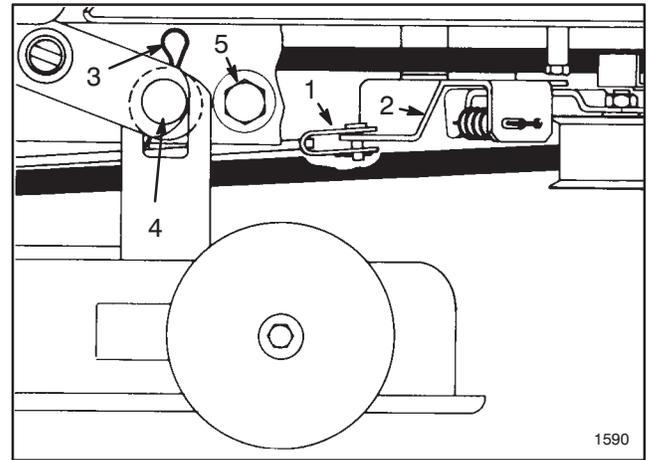

Abbildung 17
9. Splint und Lastösenbolzen entfernen, mit denen die Deckbremsstange am Leitradbügel befestigt ist (Abb. 17).
10. (2) Haarnadelsplinte und Unterlegscheiben entfernen, mit denen das Mähergehäuse an den Montagestiften befestigt ist (Abb. 17). Das Mähergehäuse greifen und zur Seite bewegen, bis es von den Stiften rutscht, dann nach vorne, damit die vorderen Befestigungen herunterfallen können.
5. Kopfschrauben, Halterungen und Sicherungsmuttern entfernen, mit denen die Deckanschläge an jeder Seite des Mäherrahmens befestigt sind (Abb. 17). Das Mähergehäuse zurückschieben, um die Riemen Spannung zu lösen.